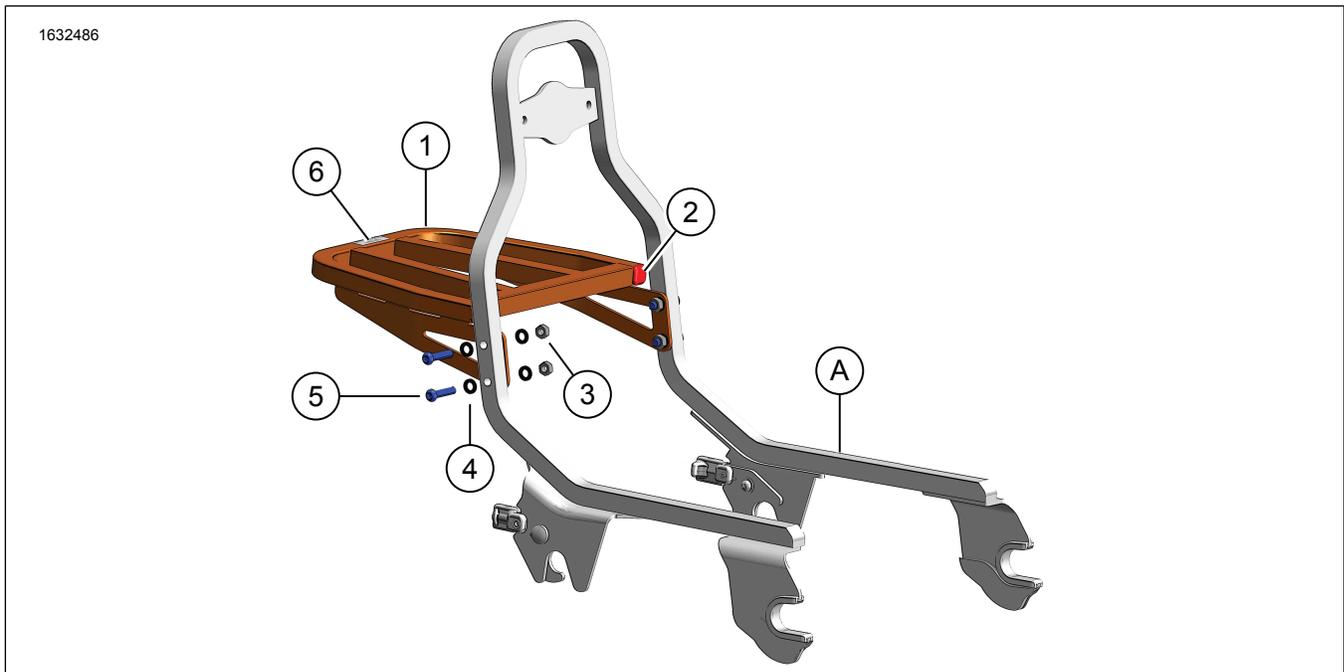

Figure 1. Contenu du kit : Porte-bagages amovible
1. Figure 1 Aligner le montant (A) et les trous de la plaque latérale du porte-bagages.
2. Appliquer du frein filet sur les vis (5).
3. Figure 1 Installer les vis (5), les rondelles (4) et les écrous (3).
4. Serrer les vis (5).